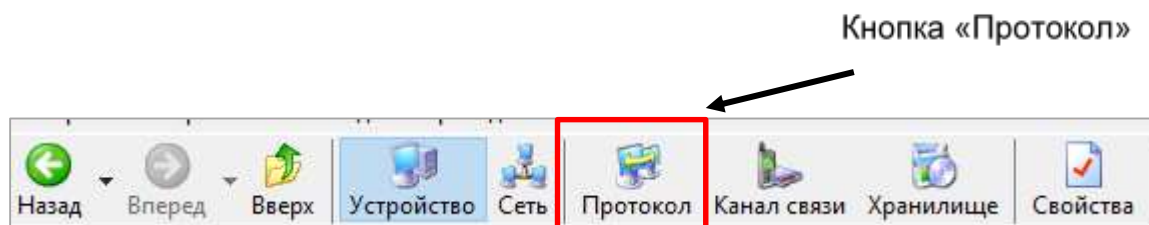

Рисунок 23 – Кнопка «Протокол» на панели инструментов
5.3.6.1 Для изменения настроек протокола обмена нажать на панели инструментов кнопку «Протокол» (или через меню «Справочник → Протокол обмена») (см. рисунок 23).